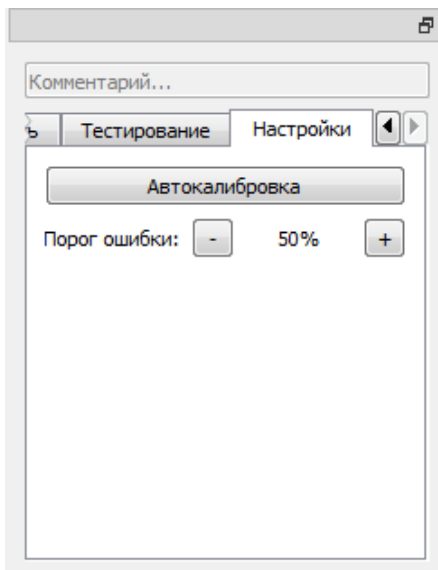

Рисунок 7. Настройка порога ошибки измерений
- Для выбора порога сравнения ВАХ перейдите в раздел «настройки» (рисунок 7) и установите требуемое значение. Порог ошибки - значение, при котором измерение не будет считаться ошибочным.